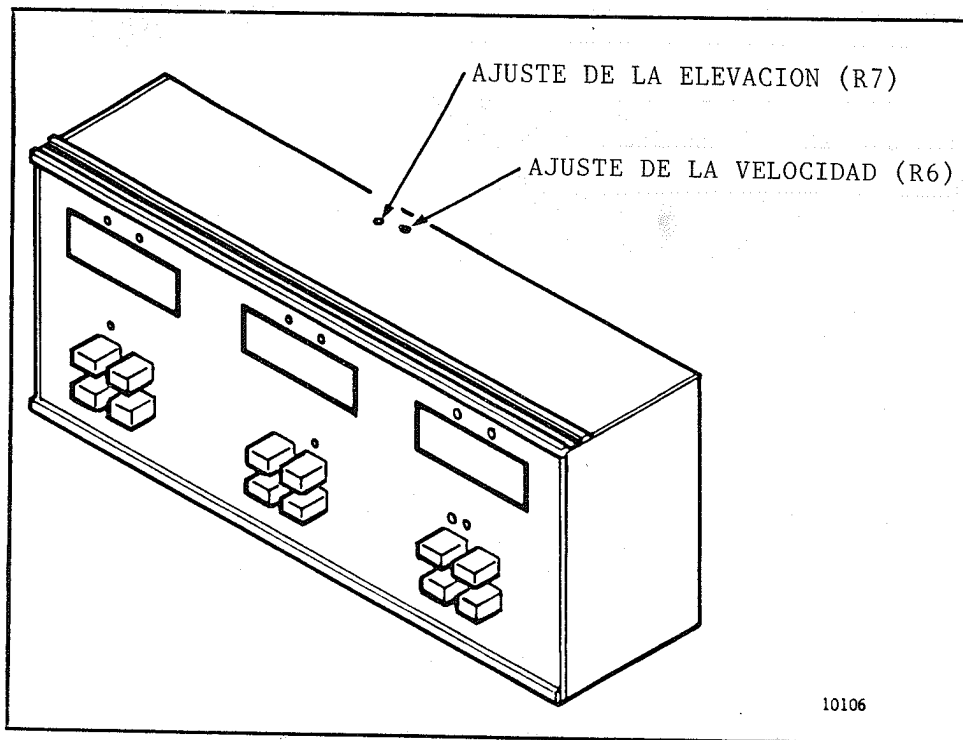

Figura 3
5. Ajusta el tornillo que regula la elevación hasta que el mostrador digital rotulado "ELEVATION" (ELEVACION) lea 10.0% de elevación (véase Figura 3).
8. Ajusta el tornillo que regula la velocidad hasta que el mostrador digital lea 2.0 millas por hora (véase Figura 3).
- A. Si la Correa de la Banda Sinfín se Mueve Hacia un Lado sin nadie Ejercitándose sobre ella, Refiérase a la Figura 3 y Lleve a Cabo los siguientes Pasos